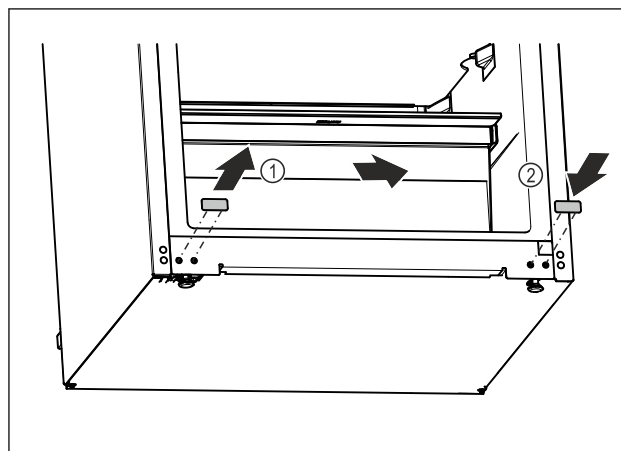

Fig. 13
- ▶ Wyjąć zatyczkę osłonki. Fig. 13 (1)
- ▶ Założyć zatyczkę osłonki po przeciwległej stronie. Fig. 13 (2)